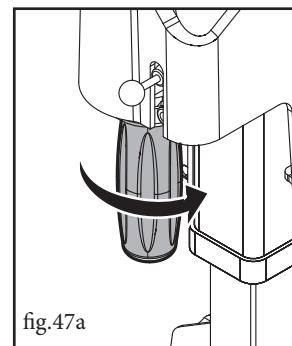

fig.47a
- Posizionare la torretta di montaggio sul bordo del cerchio e bloccarla con l'apposita manopola (fig.47a).
To lock it, turn the handle as shown in figure 47a.**
- Position the mounting column on the edge of the rim and lock it in position with the relevant handle (fig. 47a).
Pour le bloquer, agir sur la poignée comme le montre la figure 47a.**
- Positionner la tourelle de montage sur le bord de la jante et la bloquer par la poignée prévue (fig. 47a).
Verwenden Sie zum Verriegeln den Drehknopf wie in Abbildung 47a gezeigt.**
- Positionieren Sie den Montagerevolver auf den Felgenrand und verriegeln Sie diesen mit dem dafür bestimmten Drehknopf in dieser Position (Abb.47a).
- Situar la torreta de montaje sobre el borde de la llanta y bloquearla con el mando correspondiente (fig.47a).